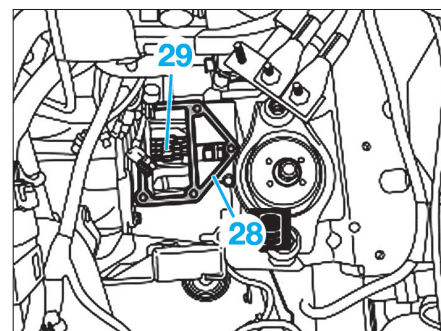

Fig. 58
- Appliquer un cordon du mastic silicone "Loctite 510" sur la boîte de vitesses comme illustré en (28) (Fig.58), puis vérifier l'alignement des fourchettes d'enclenchement des vitesses (29) sur la boîte.
- Vérifier la bonne position des bagues de centrage (31).